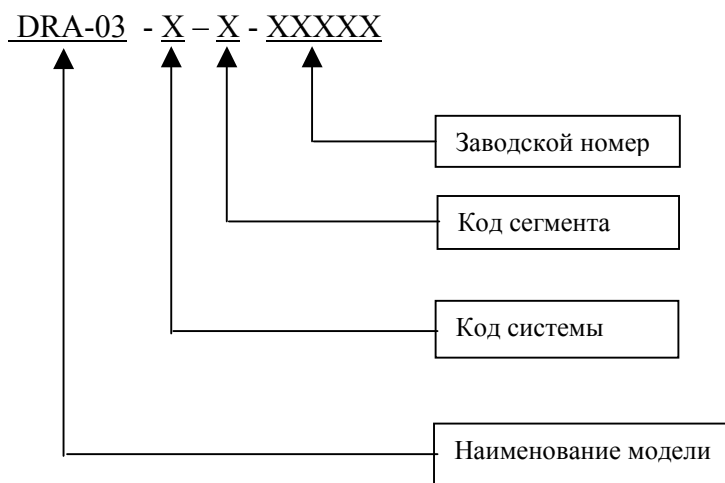

Рисунок 1 – Обозначение декодера на этикетке с логотипом производителя
- этикетка с логотипом производителя и обозначением декодера (см. рисунок 1);